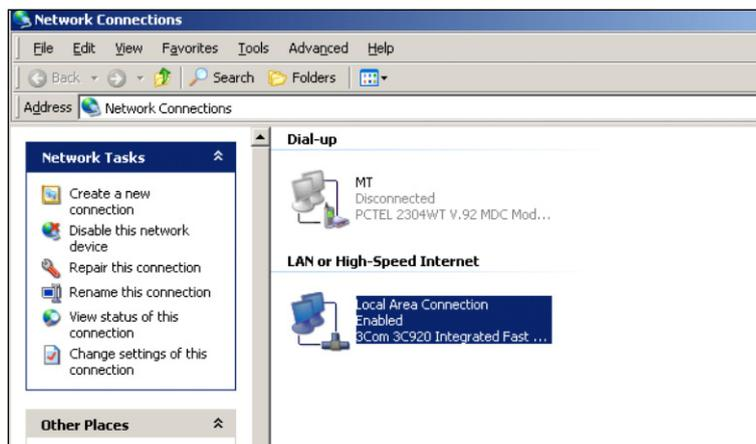

Figura B-5: Pantalla "Conexiones de red"
- A continuación, aparece la pantalla mostrada en la Figura B-5: